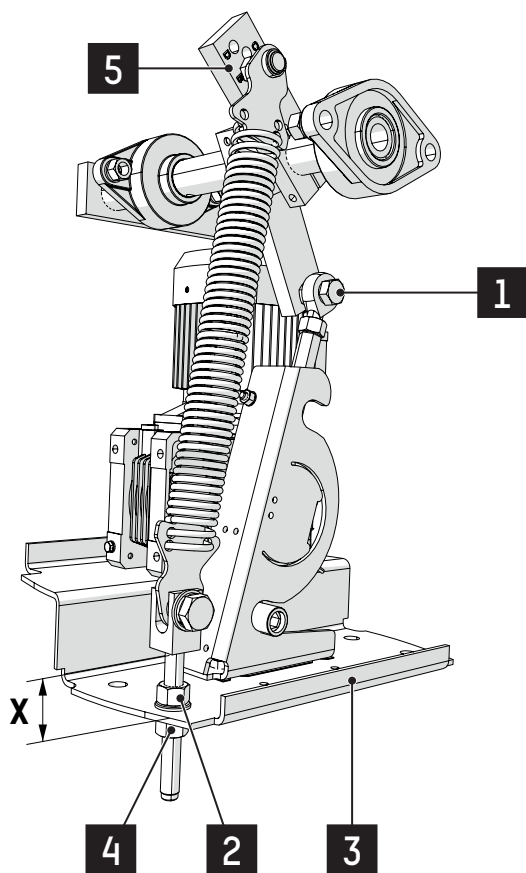

Fig. 27 - Balansering av fjäder
(2) X = Distans mellan fästet och plåten (mm): ⇒ Fig. 27, sid 29